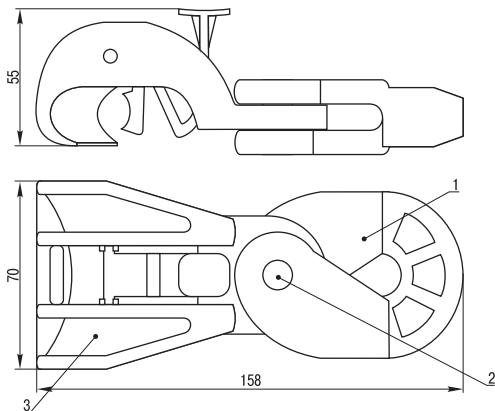

Рисунок 2. ЗПН 1500
3.2 Монтаж зажима (рисунок 2) производится в следующей последовательности:
- разместите проушину (1) зажима на крепежном элементе;
– соедините кронштейн (3) и проушину с помощью соединительной оси (2);